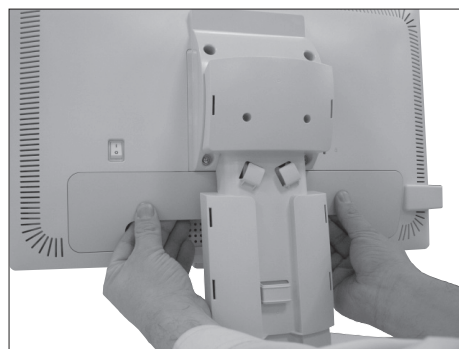

Figura C.1
3. Rimuovere la copertura del connettore (**figura C.1**).